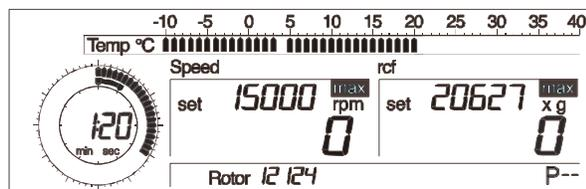

Abb. 5.17: Solltemperatur liegt unter der Ist-Temperatur
- Liegt die angewählte Temperatur ( = Solltemperatur) unter der Ist-Temperatur, wird die Solltemperatur durch einen blinkenden Balken in der Temperaturskala dargestellt (Abb. 5.17).